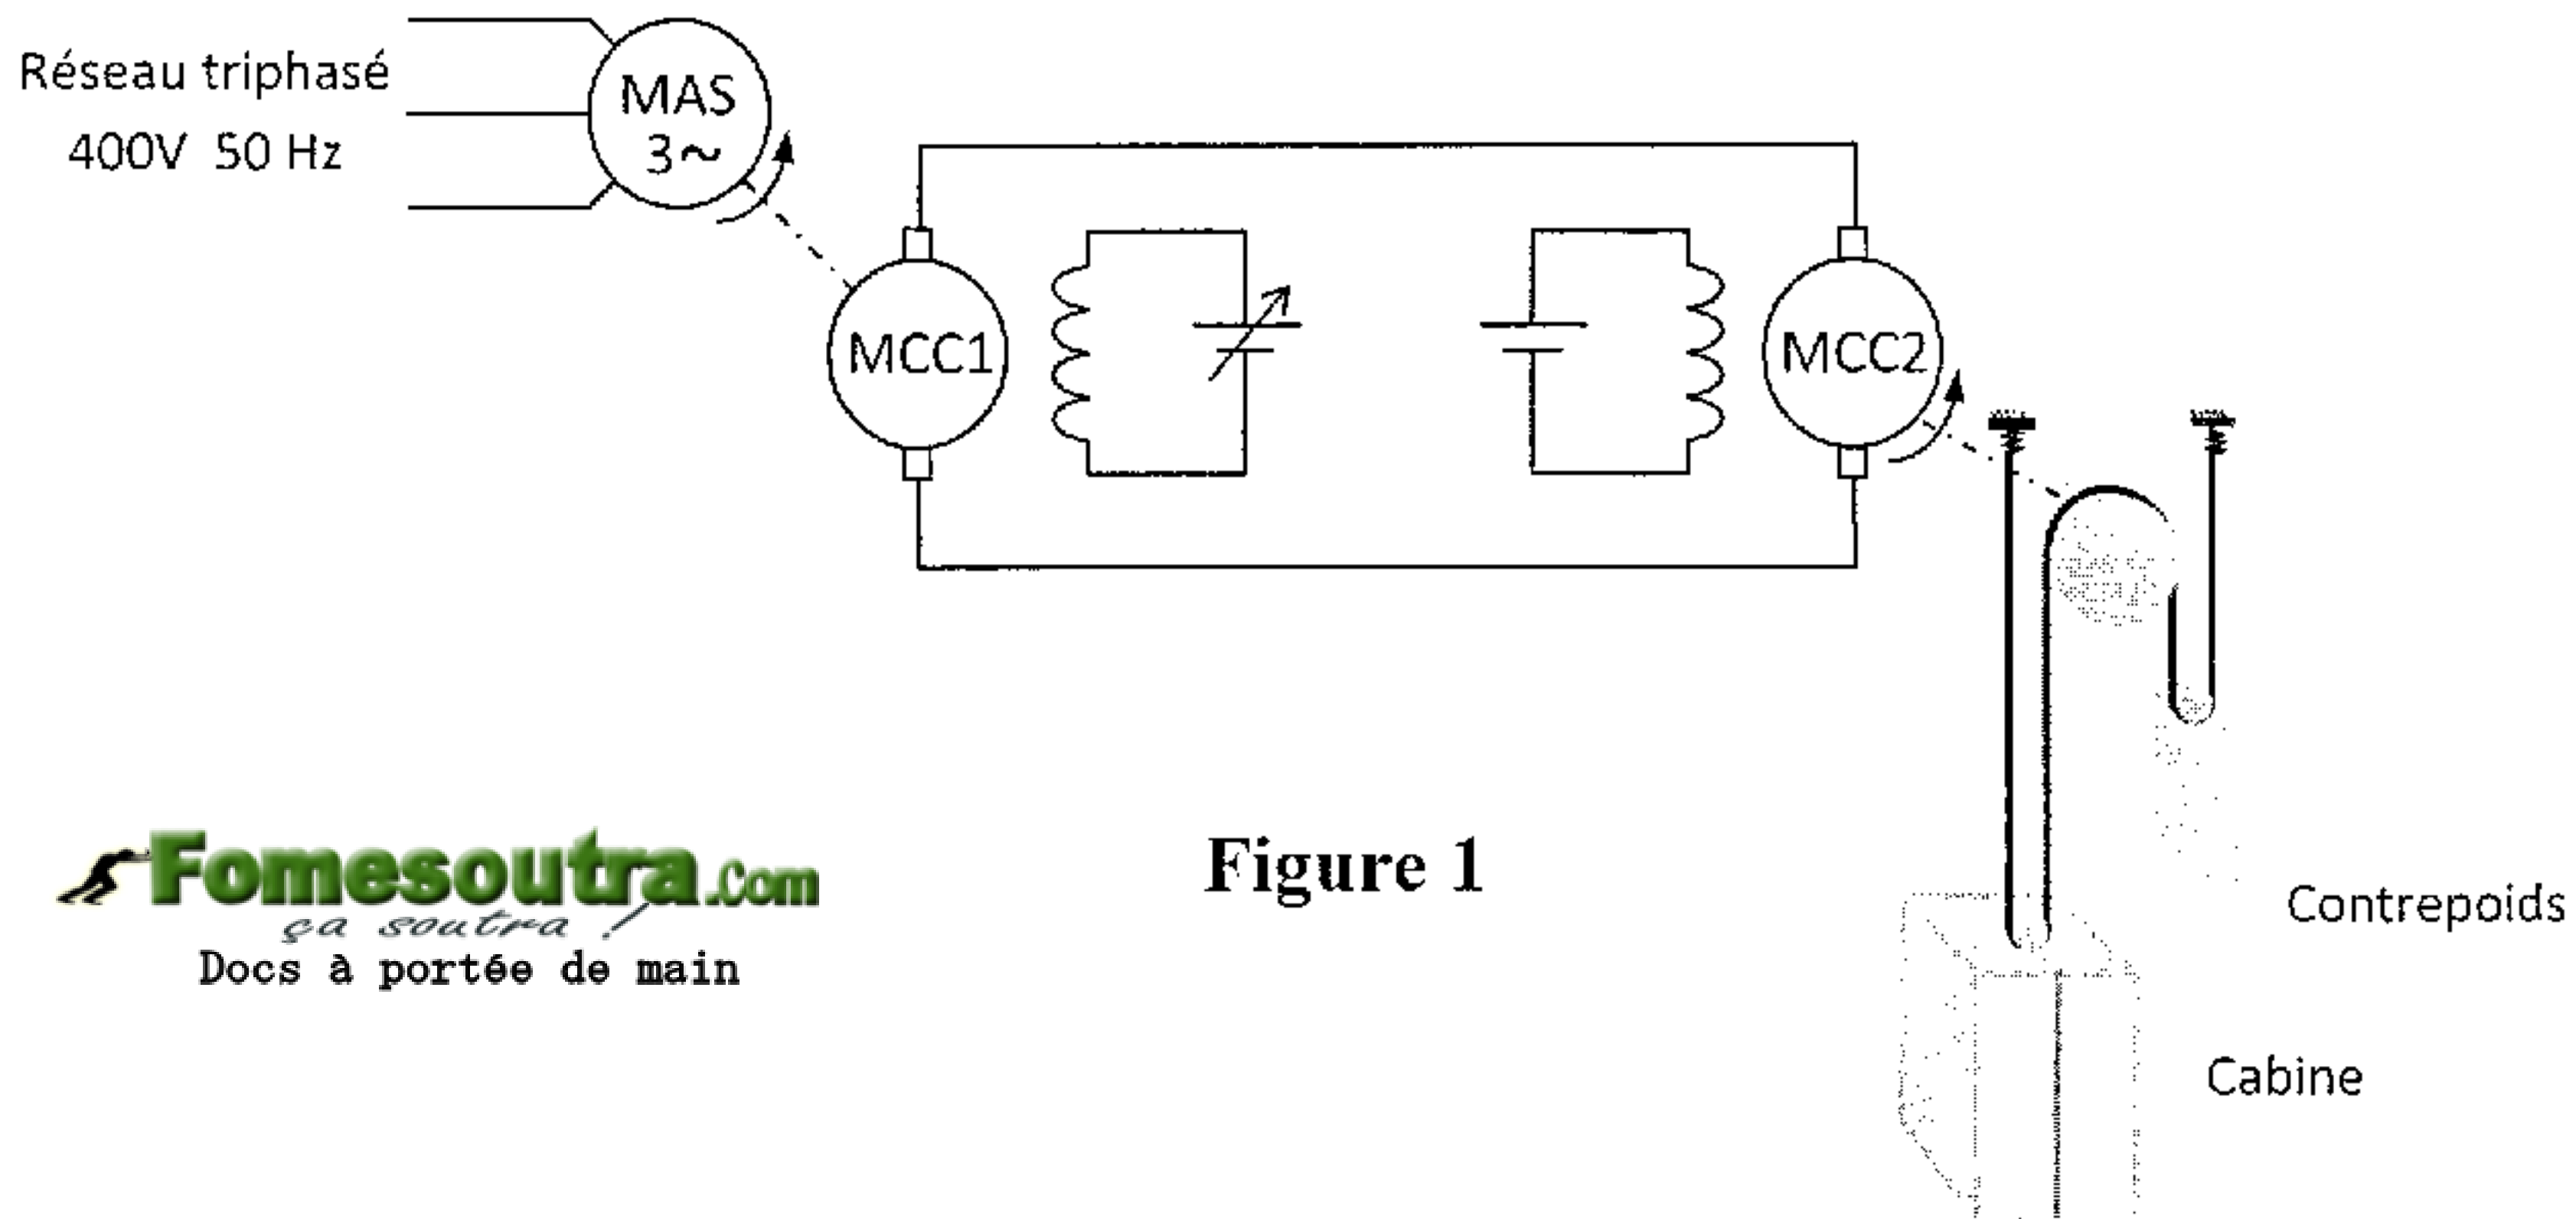

Figure 1
- La partie A du sujet étudie l'installation existante (groupe Ward-Léonard, figure 1) :
Partie A : étude de l'installation existante (figure 1 page 2)
Analyser le schéma de la figure 1, et répondre aux questions du document-réponse 1 page 7.